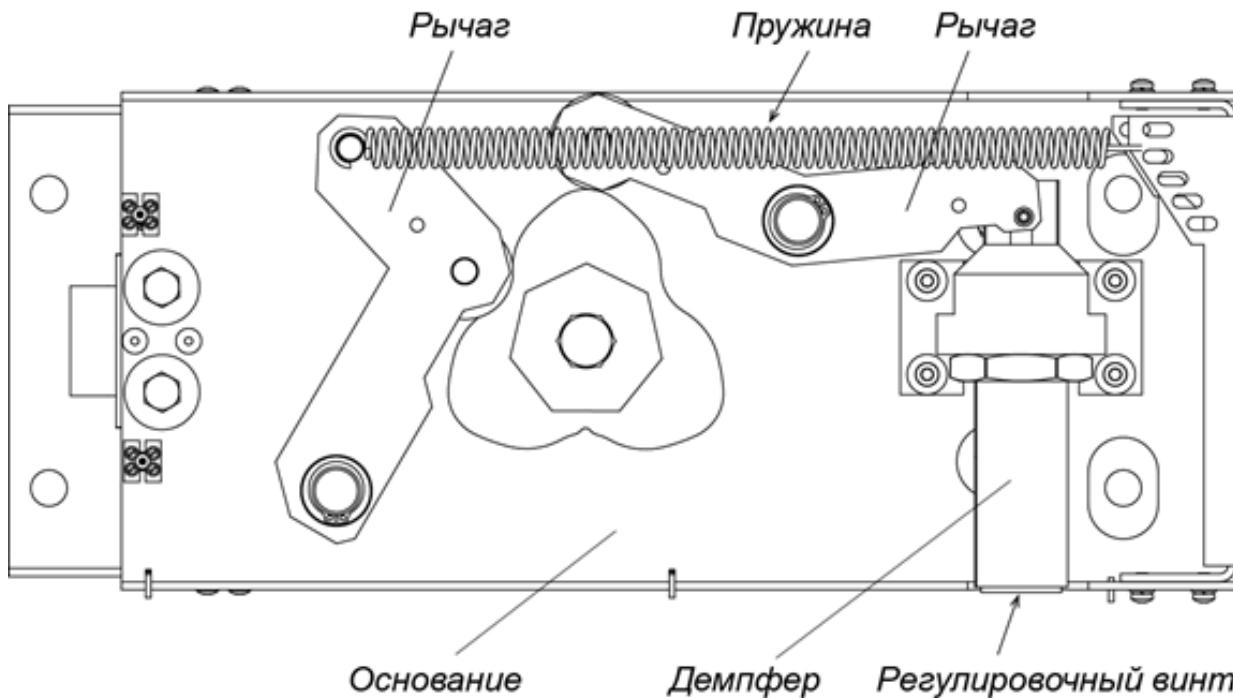

Рисунок 23. Демпфер турникета PERCo-RTD-20.2
- Снимите крышку (10) с балки привода (9) (см. разд. 6).
- Отверните шестигранным ключом SW1,5 стопорный винт регулировочного винта демпфера, расположенный на торце регулировочного винта (см. рис. 23).